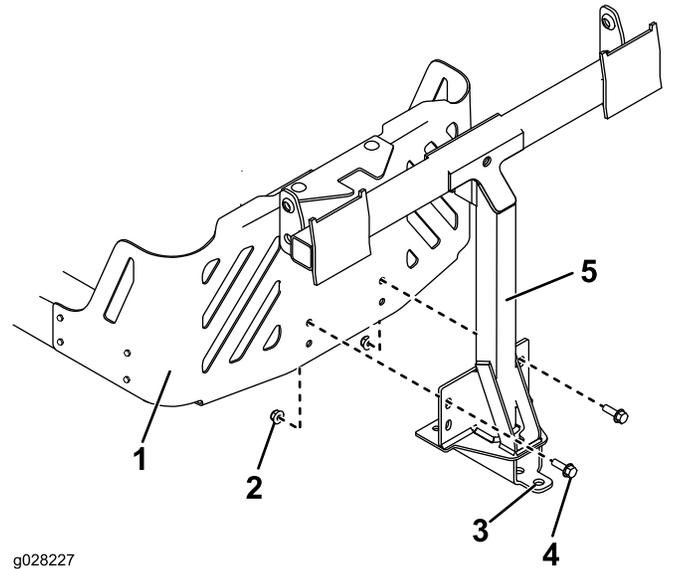

Figure 11
- Montez le cadre de pivot sur le cadre de la machine comme montré à la Figure 11. Fixez le cadre de pivot au cadre de la machine avec 2 boulons (5/16 x 1 po) et 2 contre-écrous (5/16 po).